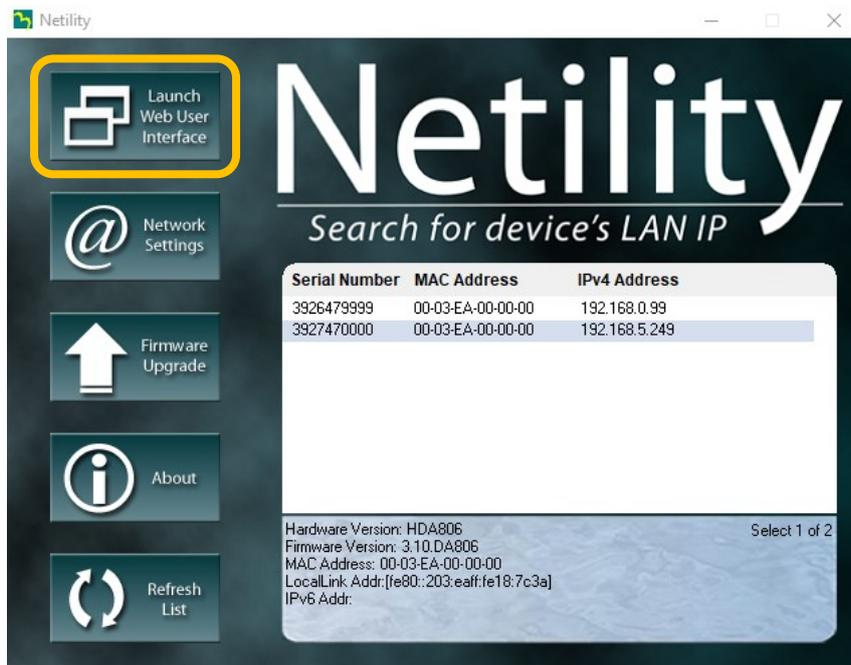

Fig. 5-7 Software Netility
- Localice y ejecute el software NETILITY (Fig. 5-7).